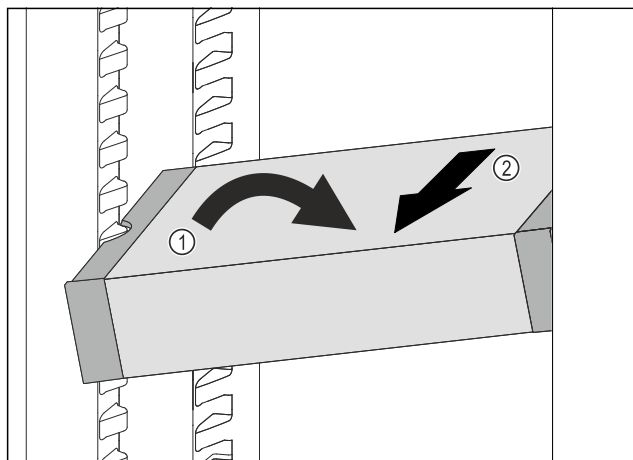

Fig. 69
► Coloque el VarioSafe en el compartimento del frigorífico en posición oblicua. Fig. 69 (1)
► Extraiga el VarioSafe hacia delante. Fig. 69 (2)